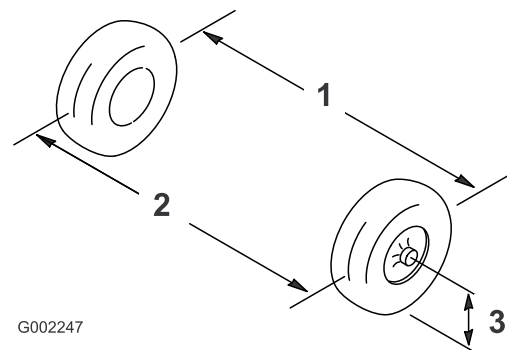

Bild 83
2. Messen Sie den Abstand zwischen beiden Vorderreifen auf Achshöhe (an der Vorder- und Rückseite der Vorderreifen) (Bild 83).
- Lassen Sie den Motor an, wenn der Deckel lose auf dem Kühler sitzt (Bild 83).